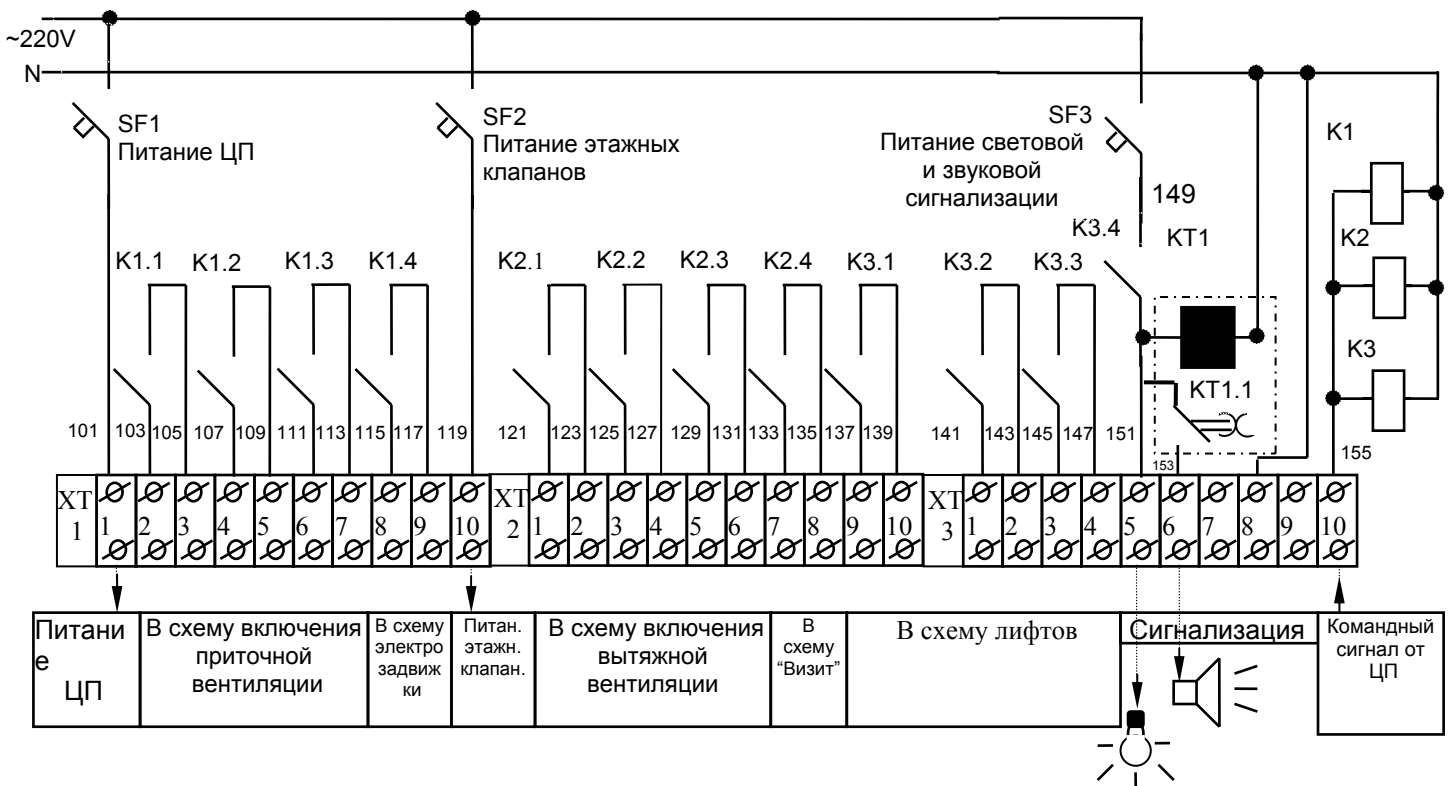

Рис.6.1.
- 6.2. Для ввода кабелей в нижней стенке корпуса шкафа имеются отверстия для ввода силовых и контрольного кабелей. Силовой кабель питания (как правило фаза и нуль от отдельной группы распреедустройства) подводится снизу и присоединяется к верхним зажимам автоматического выключателя SF1 и к зажимам нейтрали. Контрольные кабели подводятся снизу и присоединяются к колодкам XT1,XT2,XT3 в соответствии с Рис.6.1.